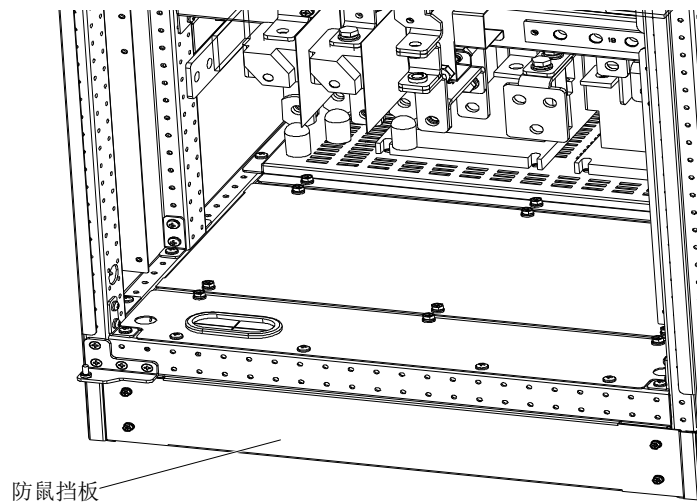

图2-6 安装防鼠挡板
4. 如图 2-6 所示，将防鼠挡板安装在已拆卸的背部固定件位置。